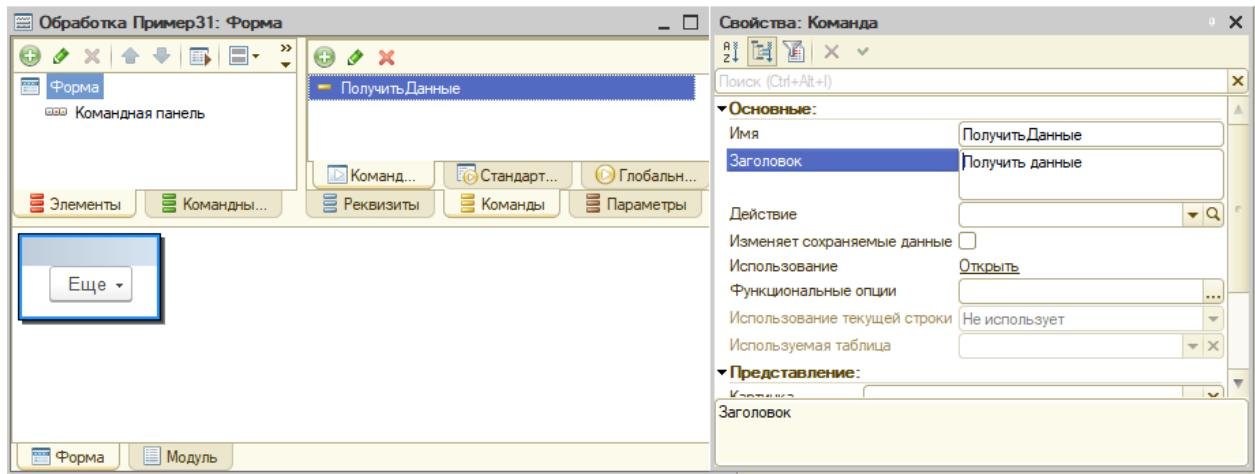

Рисунок 3.1 – Окно создания формы обработки
**3** В окне создания формы перейдите на вкладку **Команды**, затем – на вкладку **Команды формы**. Нажатием кнопки **Добавить** создайте команду: она будет затем использоваться для запуска выполнения обработки. В открывшемся окне свойств команды введите имя команды, например **Получить Данные** (рисунок 3.1). Закройте окно свойств команды.